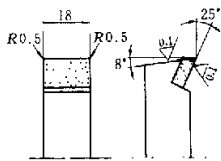

图 4 宽刃精车刀
(2) 宽刃精车刀, 刀片材料: YT15 或 YW2 如图 4 所示。最好采用机夹可重磨弹性宽刃精车刀, 刀片材料可使用较耐磨的 YT30。